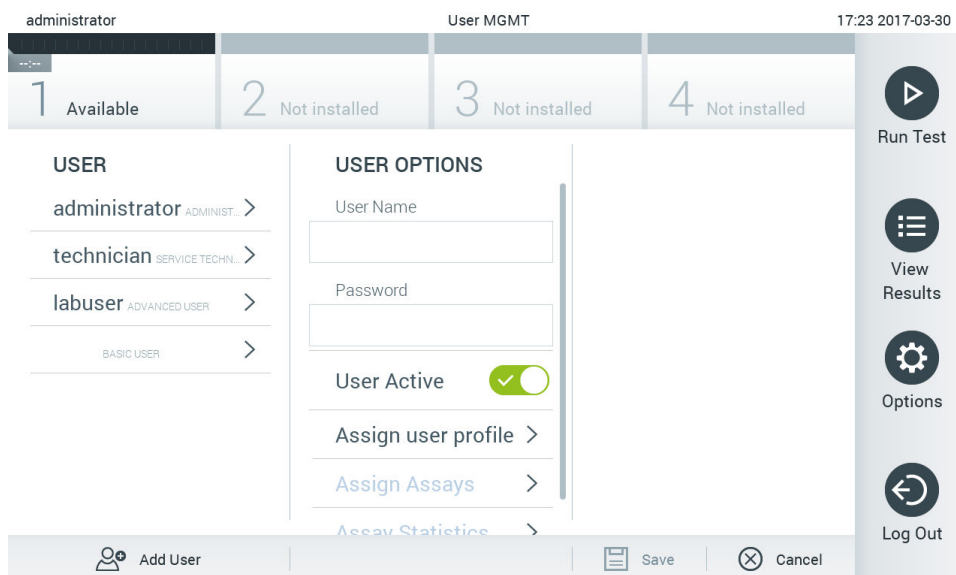

Figura 64. Adição de um novo utilizador.
1. Prima o botão Options (Opções) e, em seguida, o botão User Management (Gestão de utilizadores) para configurar os utilizadores. O ecrã User Management (Gestão de utilizadores) é apresentado na área de conteúdo do visor (Figura 64).